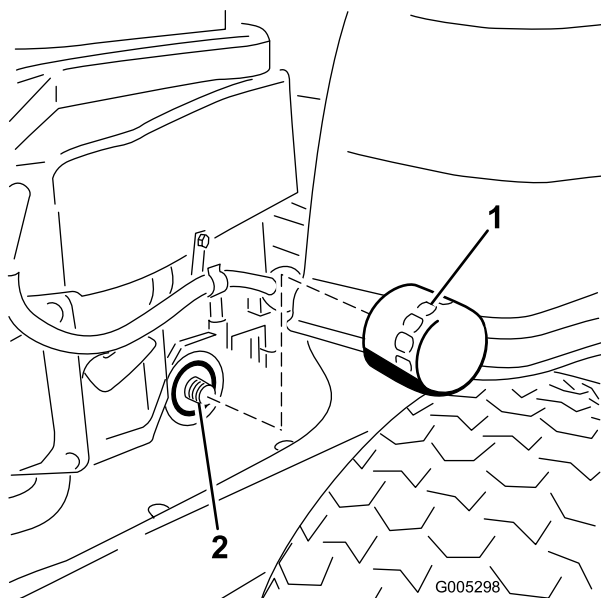

Figura 32
10. Individuate il filtro dell'olio sul lato destro del motore. Togliete il filtro vecchio e tergete l'adattatore con uno straccio pulito (Figura 32).
12. Montate il nuovo filtro dell'olio sull'adattatore. Girate il filtro in senso orario finché la guarnizione di gomma non tocca il cuscinetto, quindi serrate il filtro di un altro 3/4 o un giro (Figura 32). Tergete l'olio superfluo presente sul telaio.